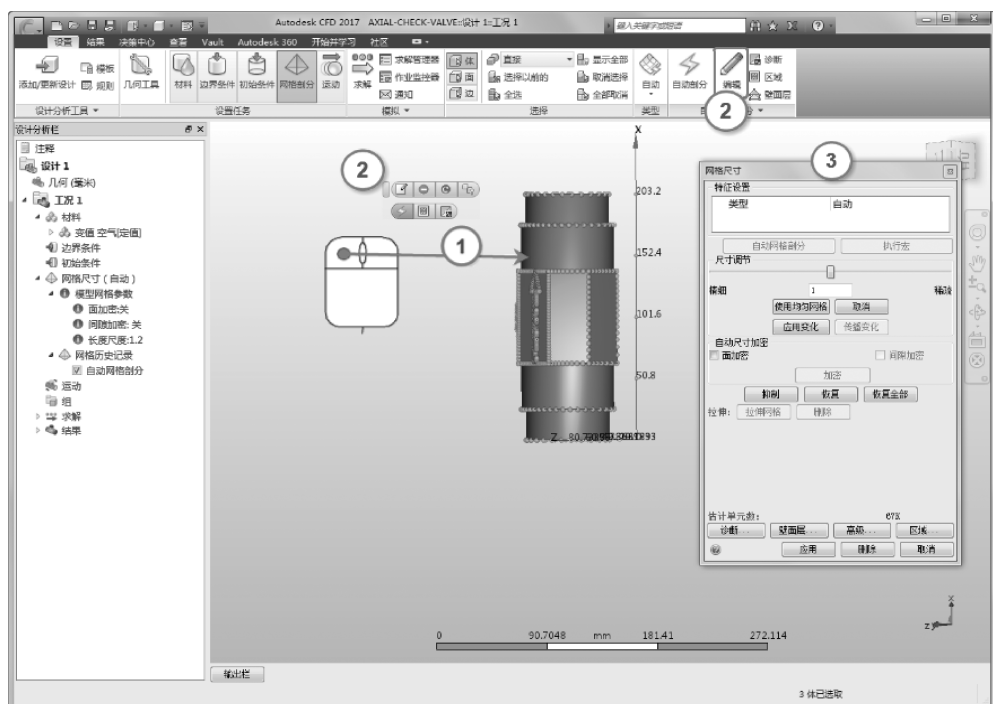

图 3-61 网格修改
- 进行适当的优化或调用“自动优化”功能，如图 3-61 所示。